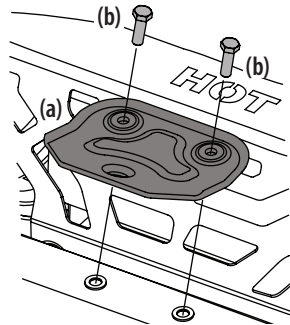

Figure 3
1. Localisez l'attelage (a) et installez-le à l'arrière du châssis à l'aide des deux vis à bride hexagonales (b) fournies. Consultez la Figure 3.